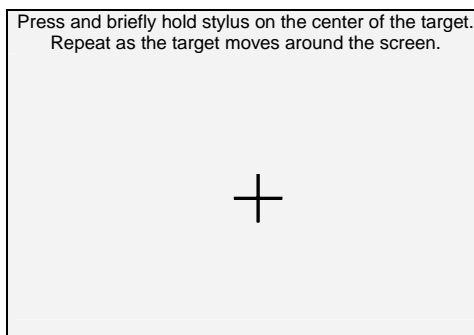

Fig. 17: Pantalla calibración "pantalla táctil"
2. Pulse y mantenga ligeramente pulsado el puntero PT400 sobre el punto central de la cruz del visualizador (ver Fig. 17) arrastrándolo hacia los cuatro ángulos del visualizador